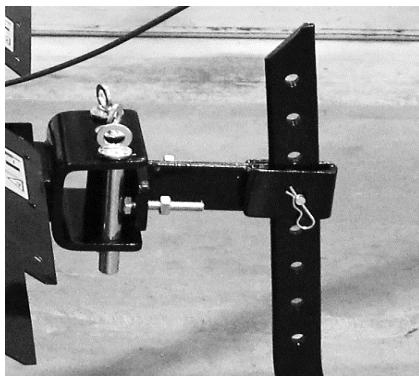

Рис.9
5. Установите сошник в кронштейн и закрепите его пальцем и шплинтом из комплекта поставки (см. рис.9):